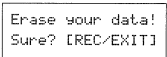

fig. 1
- 3) Press [REC] when the display in fig.1 appears. You can quit the version upgrade at this point, by pressing [EXIT]. Check that the display in fig. 2 appears.
- 3) fig. 1が表示されるので、[REC]を押す。ここで[EXIT]を押すと、バージョンアップをとりやめることができる。